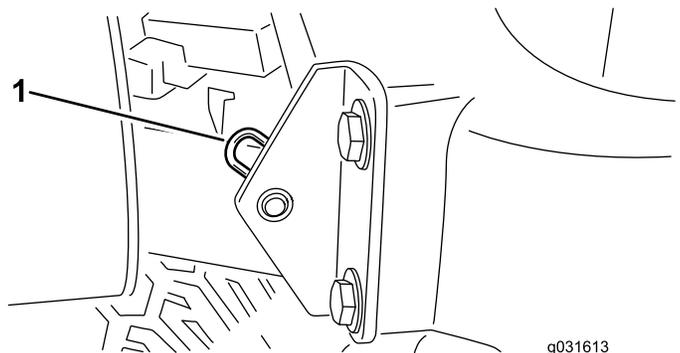

Рисунок 64
2. Снимите игольчатый шплинт крепления оси поворота капота к монтажным кронштейнам (Рисунок 64).